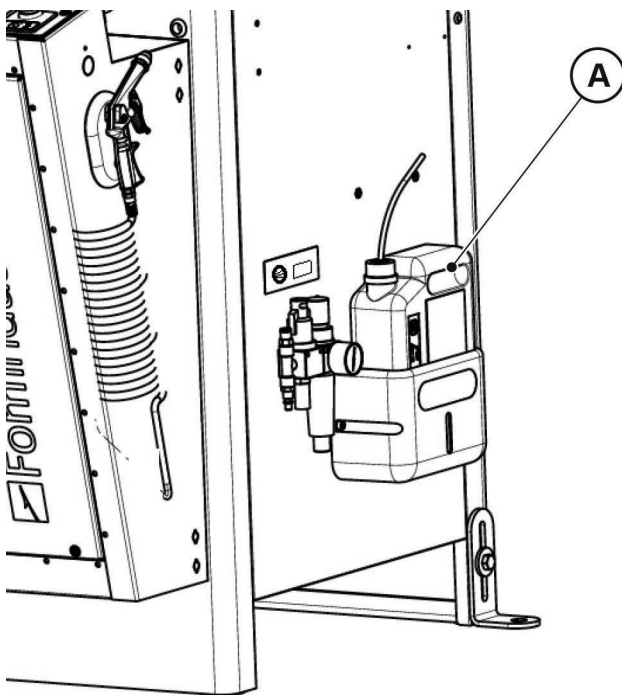

Abb. 09-01
- Den Stand des Öls der Schnittschmierung „A“ (**Abb. 09-01**) kontrollieren.